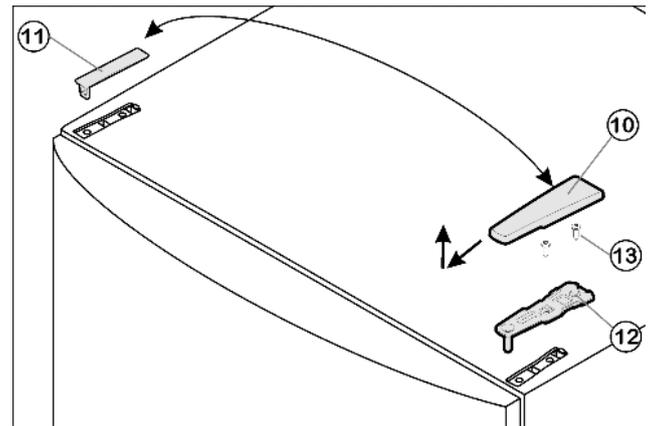

Fig. 4
- ▶ Estrarre la copertura Fig. 4 (10) tirandola in avanti e verso l'alto.
- ▶ Staccare la copertura Fig. 4 (11).
- ▶ Svitare il blocco di supporto superiore Fig. 4 (12)(2 x Torx® 25) Fig. 4 (13) ed estrarre tirando verso l'alto.
- ▶ Inserire il blocco di supporto superiore Fig. 4 (12) sul nuovo lato della cerniera nella porta.
- ▶ Serrare il blocco di supporto superiore Fig. 4 (12) **fermamente a 4 Nm** (2 x Torx® 25) Fig. 4 (13). Eventualmente praticare fori a vite o utilizzare un avvitatore a batteria.
- ▶ Innestare la copertura Fig. 4 (10) e la copertura Fig. 4 (11) rispettivamente sul lato opposto.